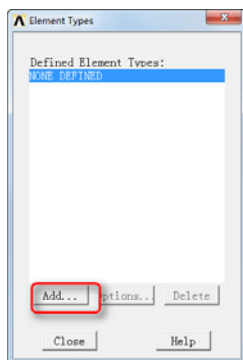

图 10-57 “Element Types”对话框
① 指定单元类型：依次选择 Main Menu → Preprocessor → Element Type → Add/Edit/Delete，会弹出“Element Types”对话框，如图 10-57 所示。